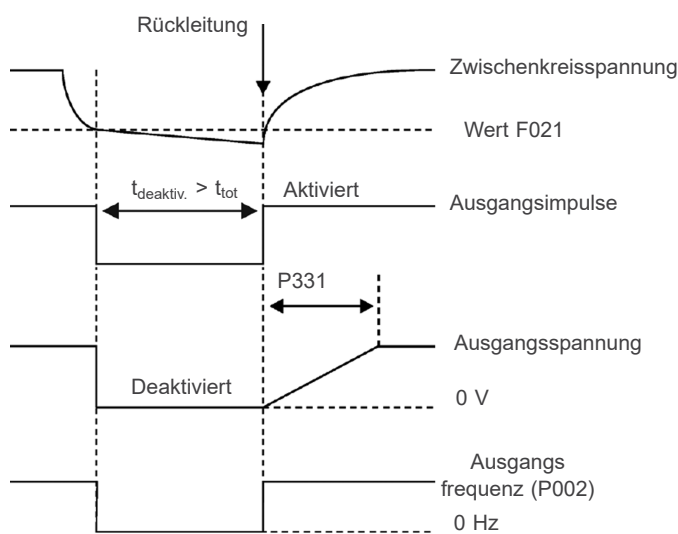

Abbildung 8.7: Ausführung der Funktion Durchlauf
- **Funktion Durchlauf (Ride-Through Function - RT) (RT):** Die Funktion Durchlauf deaktiviert die Ausgangsimpulse des Umrichters (IGBT), sobald die Versorgungsspannung einen Wert unterhalb des Werts "Unterspannung" erreicht. Es wird dadurch kein Fehler aufgrund von Unterspannung (F021) ausgelöst und die Zwischenkreisspannung sinkt langsam, bis die Versorgungsspannung zurückkehrt. Falls die Versorgungsspannung zu lange nicht zurückkehrt (über 2 Sekunden), kann der Umrichter den Fehler F021 (Unterspannung im Gleichspannungs-Zwischenkreis) anzeigen. Wenn die Versorgungsspannung zurückkehrt, kann der Umrichter die Pulse erneut aktivieren, sofort die Nennfrequenz auferlegen (wie in der Funktion fliegender Start) und eine Spannungsrampe mit der in Parameter P331 definierten Zeit erzeugen. Siehe Abbildung 8.7 auf Seite 8-11.